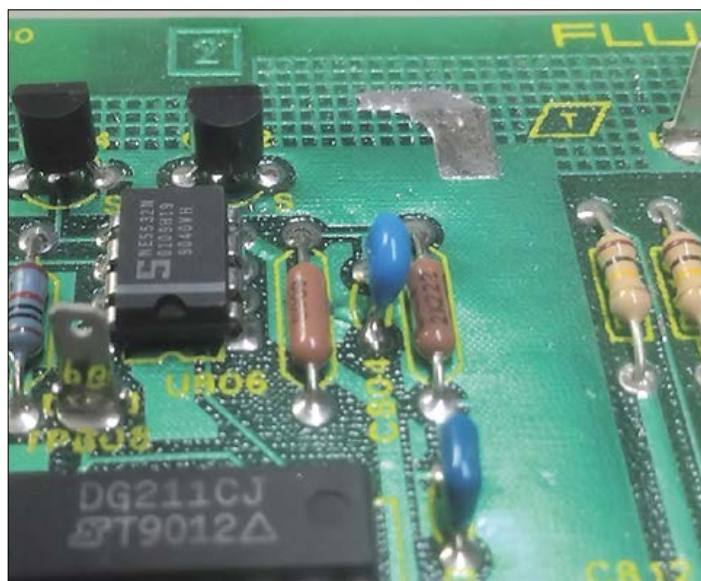

Figure 2. Hachuré (en haut), plein (en bas).
**R** Les plans, quand ils ne sont pas remplis, utilisent un motif (**fig. 2**). La question du *meilleur* motif déchaîne les passions ; en pratique, on utilise un plan plein sauf lorsque l'on doit minimiser la capacité, on utilise alors un motif en hachures.